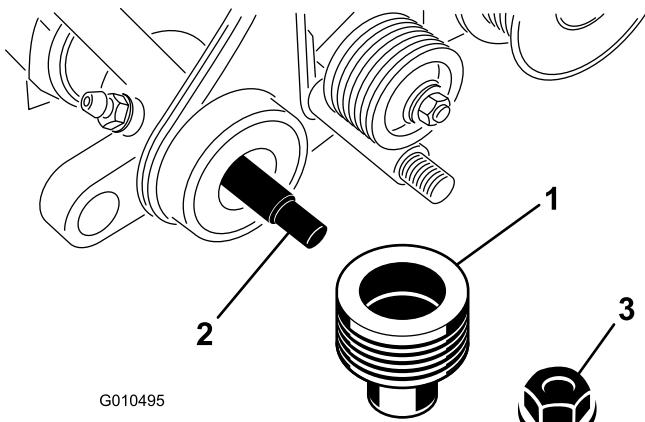

Figure 33
- Retirez le contre-écrou qui fixe la poulie menée à l'extrémité de l'arbre du groomer, et déposez la poulie (Figure 33).